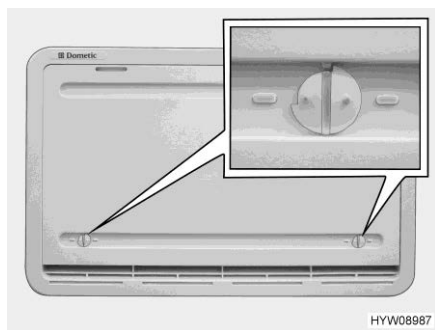

Fig. 241 Protection hivernale
Quand le réfrigérateur doit être utilisé à basses températures extérieures, le fabricant recommande d'employer une protection hivernale (Fig. 241) pour ses grilles d'aération du réfrigérateur.
- Ouvrir les deux dispositifs de verrouillage (Fig. 241) (la rainure est à l'horizontale).